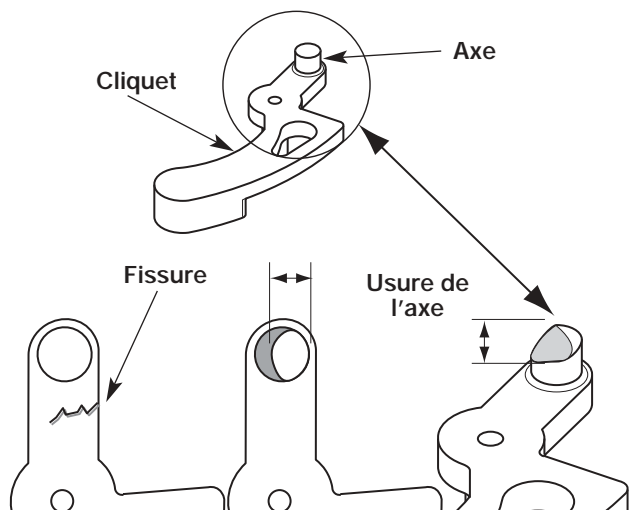

Fig. 13
4. Assurez-vous que le cliquet n'est pas fissuré et que son axe n'est pas usé (Fig. 13).